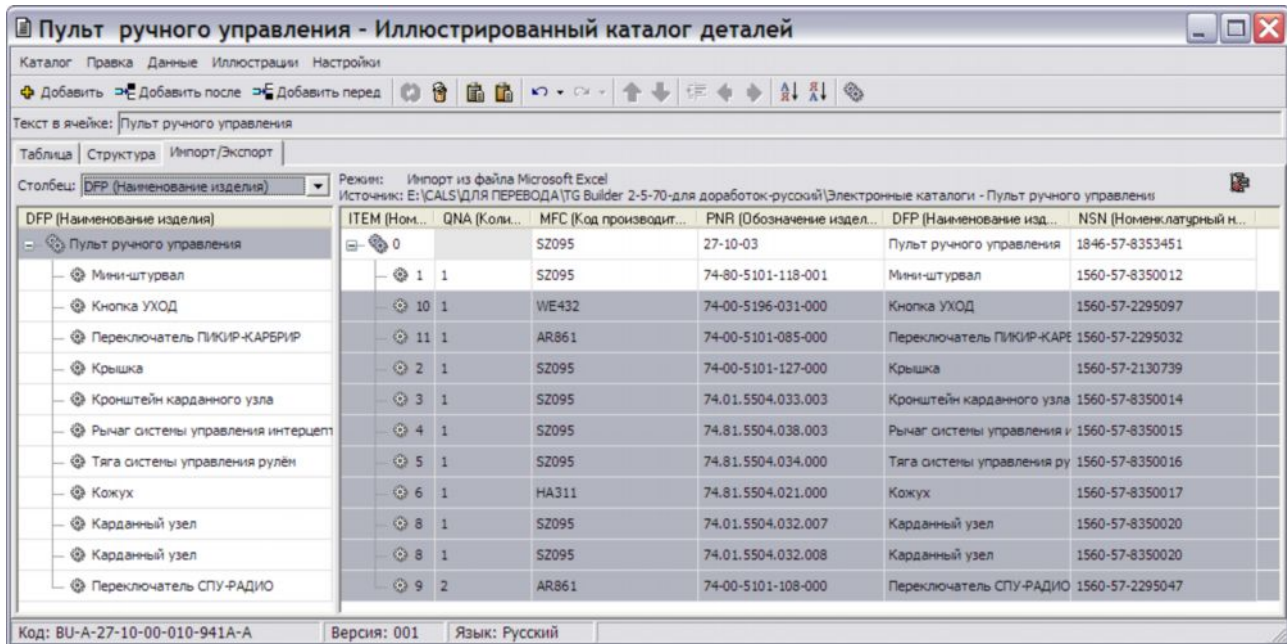

Рис. 4.29
20. Нажмите правой кнопкой мыши на выделенную область и выберите из контекстного меню команду **Перенести выбранные**. Из выпадающего списка поля **Столбец** левого окна выберите **DFP (Наименование изделия)**. При этом в левой части окна появятся наименования перенесенных в каталог элементов (Рис. 4.29) (или содержимое любого столбца, который будет выбран из выпадающего списка поля **Столбец**). Загруженные данные появятся также на вкладках редактора **Таблица** и **Структура**. Вкладка **Импорт / Экспорт** исчезнет после того, как Вы выйдете из редактора с сохранением данных и затем вновь откроете каталог для редактирования.